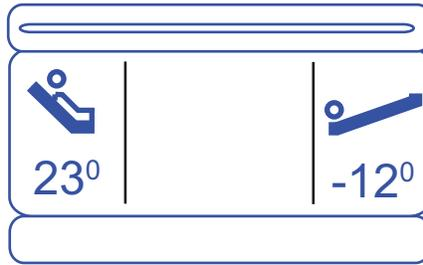

Figure 41 – Écran d'état
- L'écran d'état indique les valeurs actuelles de l'angle du relève-buste et de l'angle de déclive par défaut (Figure 41).